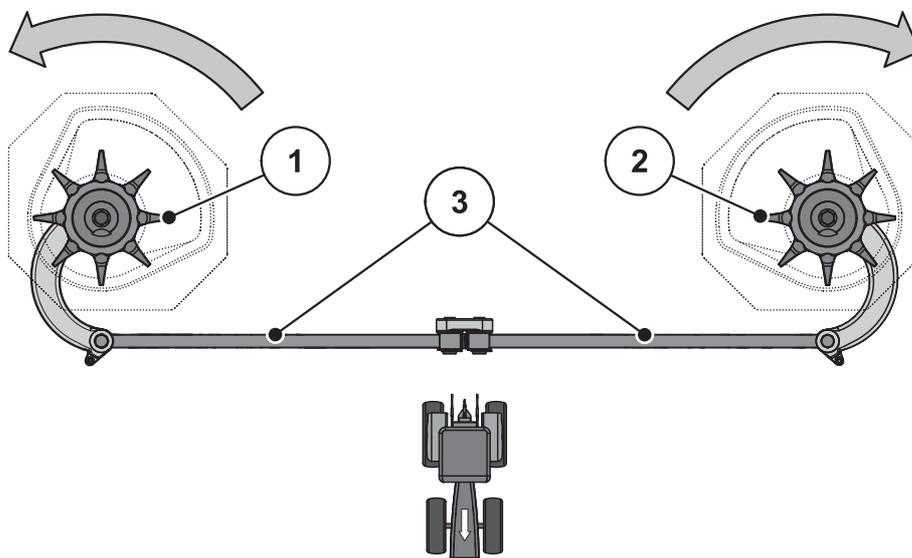

Figure 9.5 : Vérifier l'entraînement de l'agitateur
2. Faites tourner l'agitateur à la main **dans le sens de rotation du disque d'épandage**. Voir figure 9.5.
3. Faites tourner l'agitateur à la main ou à l'aide d'une sangle pour filtre à huile de manière vigoureuse **dans le sens opposé de rotation du disque d'épandage**. Voir figure 9.5.